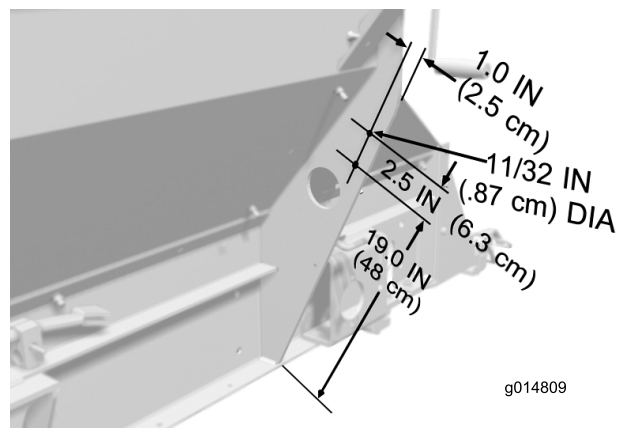

Figura 3
2. Rondelle (4)
5. Servendovi delle misure illustrate in Figura 3, individuate il punto di foratura e praticate (2) fori con diametro di 8,7 mm nella lamiera di rinforzo sinistra della tramoggia. Ripetete questa procedura sulla lamiera di rinforzo destra della tramoggia.